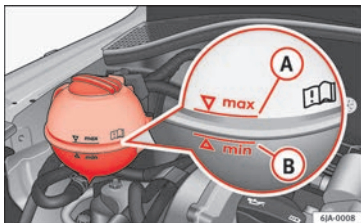

Fig. 208 Vano motor: depósito de líquido refrigerante.
» **fig. 208.** Con el motor frío, el nivel de líquido refrigerante debe encontrarse entre las marcas **B** (mín.) e **A** (máx.). Con el motor caliente, el nivel puede sobrepasar también ligeramente la marca **A** (máx.).
- Coloque un trapo sobre el tapa del depósito de expansión de líquido refrigerante » **fig. 208** y desenrosque el tapón con cuidado.
¡No rellene el depósito de líquido refrigerante más allá de la marca **A** (máx.) » **fig. 208!** El líquido refrigerante excedente es expulsado del sistema de refrigeración al calentarse por la válvula de sobrepresión situada en el